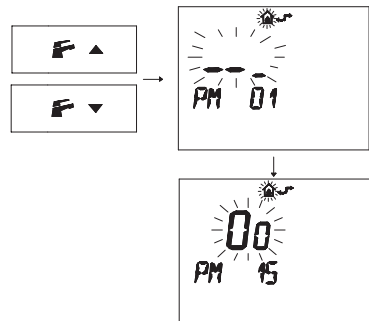

Fig. 5.54
- Premere i pulsanti **F** e **▲** per visualizzare la programmazione "PM15" abilitazione della sonda esterna (Fig. 5.54).